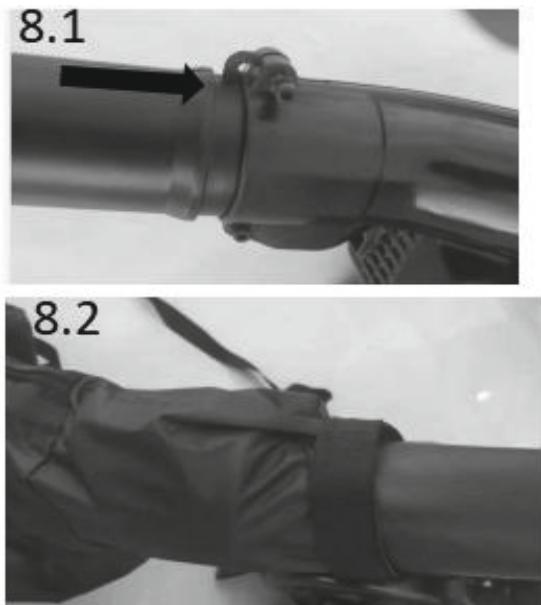

Рисунок 8
- снимите винт воздуховыпускного патрубка двигателя, совместите отверстие для крепления изогнутой трубы с выступом воздуховыпускного отверстия и вставьте изогнутую трубку (рис.8).
- свободный конец изогнутой трубы вставьте в специальный мешок и затяните отверстие прилагаемой лентой (рис.8).